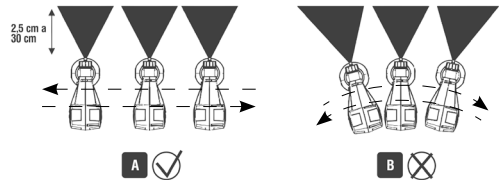

Fig. 8 – Distância ideal para uma boa pintura
- Ajuste o jato de tinta de acordo com o item 2.5.5 deste manual;
- Ajuste o volume de material de acordo com o item 2.5.6 deste manual;
- Pulverize a superfície a uma distância de 2,5 cm a 30 cm do objeto a ser pintado de acordo com a Fig. 8;
cie que está sendo pintada, conforme mostra a Fig. 8 (Fig. 8A: correto e Fig. 8B: incorreto).